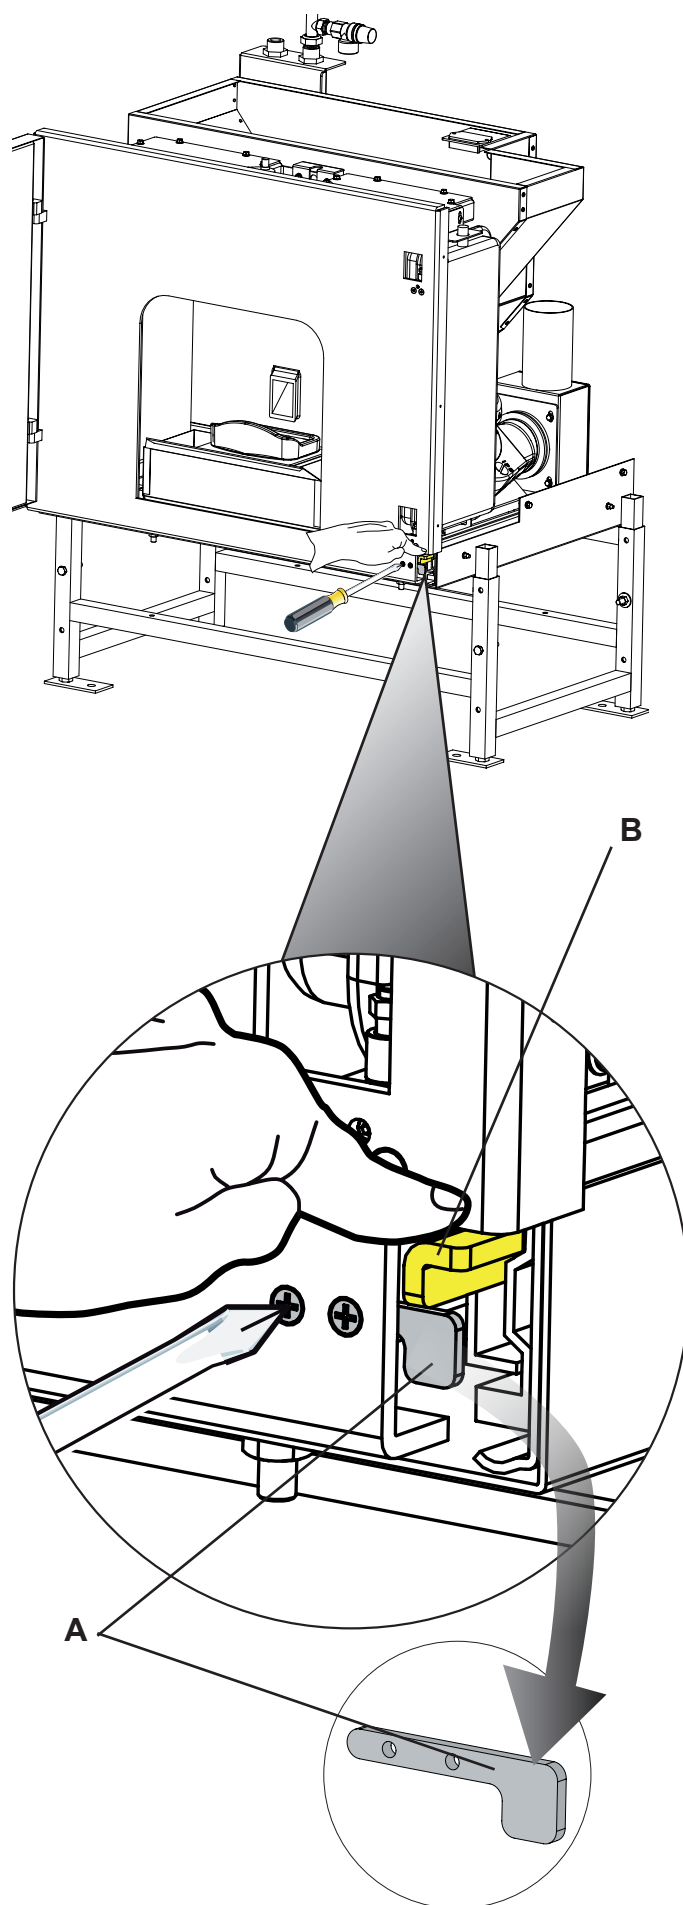

Fig. 6.3
Para extraer la estufa (Fig. 6.3):
2. desmontar la brida de seguridad (A - fig.6.3) desenroscando los dos tornillos de fijación
3. bajar la palanca para desbloquear el desplazamiento (B - fig.6.3)
- Bajar la palanca para desbloquear el desplazamiento (B - fig.6.3)
- desmontar la brida de seguridad (A - fig.6.3) desenroscando los dos tornillos de fijación
- bajar la palanca para desbloquear el desplazamiento (B - fig.6.3)
- montar la brida de seguridad fijándola con los dos tornillos (A - fig.6.3)